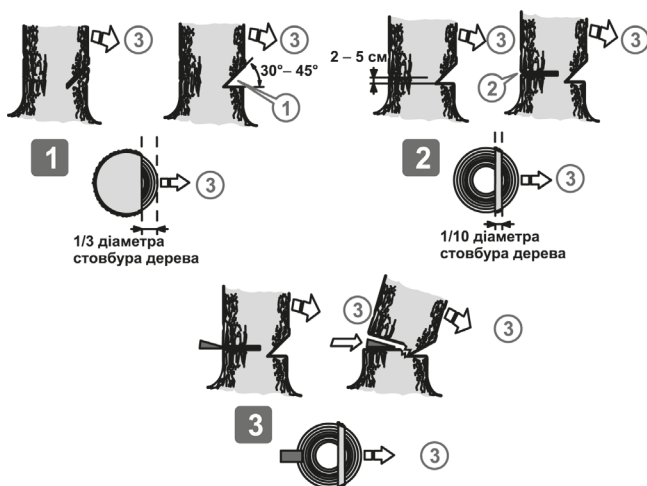

Рисунок 11. Схема послідовності різання під час валки дерева.
5.3.1 Валка дерев (рис. 11, 12).
4. Підготувати шлях відходу, який повинен бути спланований з урахуванням напрямку падіння спиляного дерева (рис. 11, 12).
6. Починати пиляти дерево з того боку (1, рис. 11), куди воно має впасти. Зробити клиноподібний розпил під кутом 30–45 градусів, глибина якого приблизно дорівнює 1/3 від товщини стовбуру.
7. Виконати валковий пропил (2, рис. 11) з протилежного боку від клиноподібного розпилу.
Центральна частина стовбуру, яка залишилася нерозпиленою, під час падіння дерева, виконає роль напрямної для напрямку падіння (3, рис. 11).